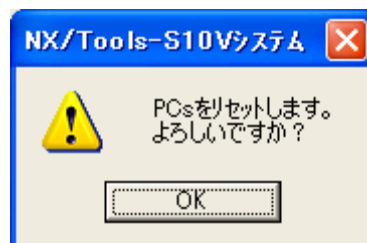

図5-23 PCsリセット確認ダイアログボックス
(6) リトライ回数／受信待ち時間がLPUモジュールのPI/O-RAM（バッテリバックアップエリア）に書き込まれます。リトライ回数／受信待ち時間の書き込み完了にて送信中画面が消去され、PCsリセット確認ダイアログボックス（図5-23）が表示されます。 **OK** ボタンをクリックしてください。PCsリセット確認ダイアログボックスが消去され、S10Vユニットがリセットされます。